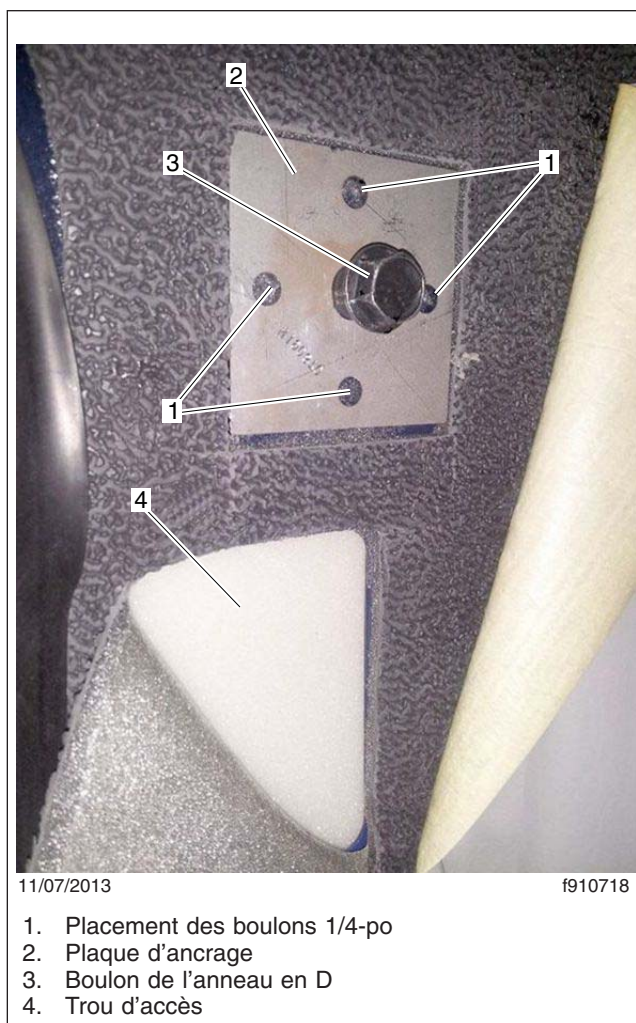

Fig. 9, Plaque d'ancrage et trou d'accès
12. Localiser le trou d'accès recouvert de mousse avec la plaque d'acier au-dessous de la plaque d'ancrage, et couper la mousse pour obtenir l'accès à l'arrière de la plaque. Reportez-vous à la figure 9.
13. Insérer la plaque d'ancrage et les boulons de l'anneau en D dans le carré fraîchement coupé. S'assurez-vous que la plaque d'ancrage est positionnée avec les bords supérieur et inférieur alignés horizontalement. Ensuite, en l'utilisant comme modèle, percez les quatre trous de la plaque d'ancrage dans le panneau du montant-B (et la plaque d'écrou à l'arrière du panneau). Reportez-vous à la figure 9.